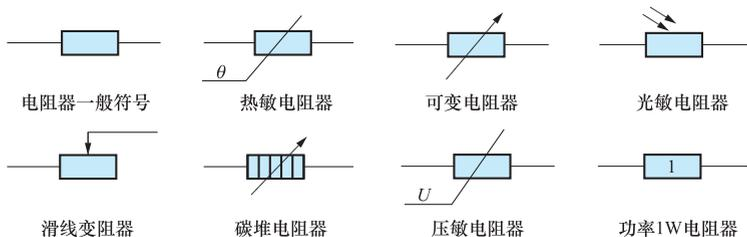

图1-1 限定符号应用举例
(1) 基本符号。基本符号用来说明电路的某些特征,但不表示独立的电气元件。如“~”表示交流,“-”表示直流。
(2) 一般符号。一般符号是用来表示一类产品特征的一种简单图形,如“ $\text{M}$ ”表示交流电动机,“ $\text{B}$ ”表示双绕组变压器。
(3) 限定符号。限定符号是用来提供附加信息的一种加在其他图形符号上的符号,一般由具有一定方向的箭头、短横线或小圆点等构成,如图1-1所示。限定符号可以表示电量的种类、可变性、力和运动的方向、(流量与信号)流动方向等。限定符号一般不能单独使用。